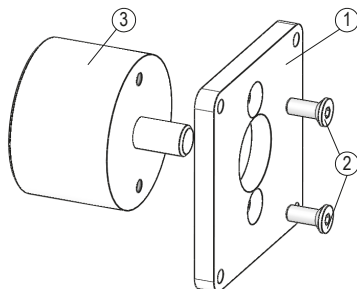
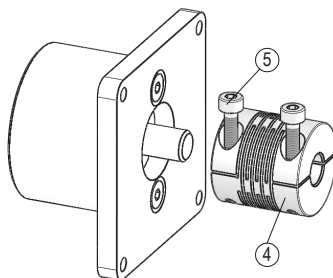
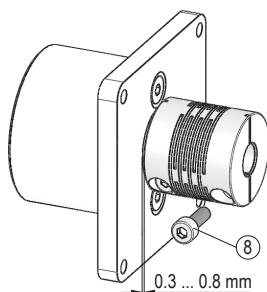
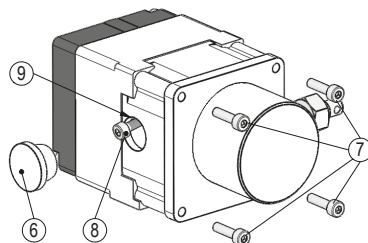

Abb. 7: Montage Flansch/Geber
Abb. 8: Montage Kupplung
Abb. 9: Abstand Flansch/
Abb. 10: Montage Geber/Flansch/
Montage (Abb. 7, Abb. 8, Abb. 9, Abb. 10):
1. Flansch ZB4002 ① (siehe Kapitel 7.3) mit Senkschrauben ② an Geber ③ schrauben.
2. Ausgleichskupplung ④ auf Geberwelle schieben und mit Zylinderschraube ⑤ befestigen.
3. Abstand Flansch/Kupplung beachten (siehe Abb. 9)!
4. Verschlussstopfen ⑥ öffnen.
5. Ausgleichskupplung ④ mit Zylinderschraube ⑧ festschrauben.
6. Geber/Flansch/Kupplung mit Zylinderschrauben ⑦ an den Seilzuggeber montieren.